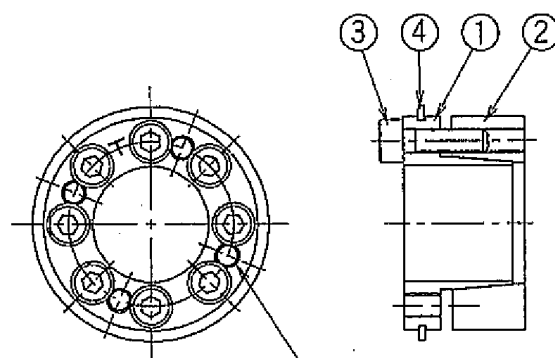

図 1 部品名称 取はずし用ねじ穴
- すべてのボルトをゆるめても締結状態のまま動かない場合は、取はずし用ねじ穴(図1)にボルトを入れ、締込んでいきますとロックがはずれます。